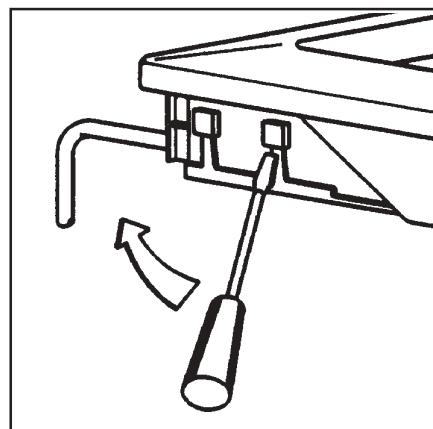

Fig. 9
Nel caso di sostituzione del cavo è necessario usare solo cavi del tipo H05V2V2-F (T90), adatti al carico e alla temperatura di esercizio. Inoltre, è necessario che il cavetto di terra giallo/verde sia più lungo di circa 2 cm. dei cavi di fase e neutro (Fig. 9).
- premete leggermente e fate leva verso l'alto (Fig. 9).